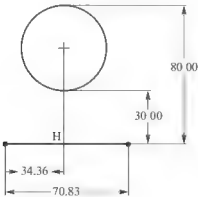

图 2.48 圆弧与直线距离
(5) 圆弧与直线距离：分别单击圆弧与直线，单击鼠标中键结束标注。同圆弧与圆弧的标注一样，也是以鼠标单击的位置决定尺寸标注在圆弧的哪一侧，如图 2.48 所示。